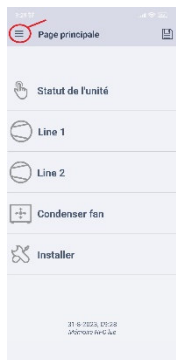

Fig.21
- En la página principal, abra (Fig. 21) y, a continuación, "Lista de parámetros" (Fig. 22)